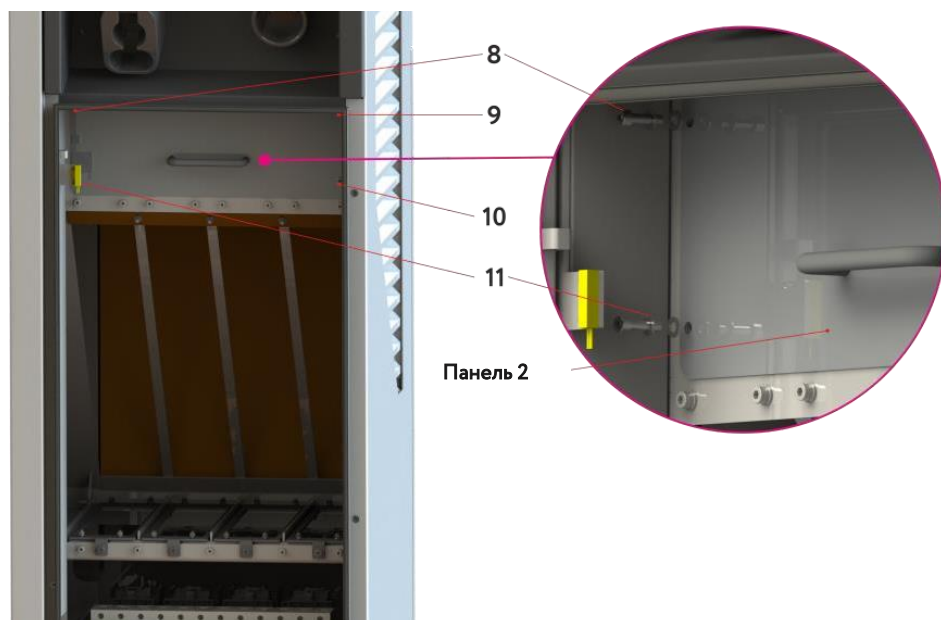

Рисунок 5.17. Доступ к отсеку подключения зарядного модуля
9. Выньте крепления 8-11 и снимите защитную панель 2 (рис. 5.17).